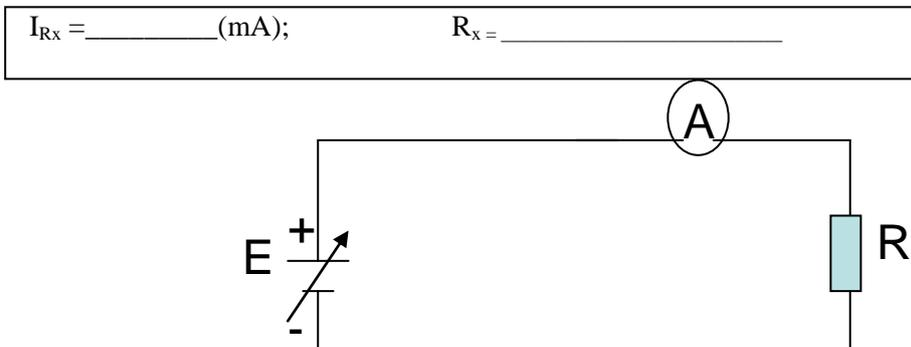

Figura 2.4.
1.1 - Monte o circuito esquematizado na figura 2.4 e calcule a corrente nominal máxima através de R_x ($1K\Omega$) (considere a tensão máxima dada na tabela 2.1 abaixo). **Faça a medida usando o multímetro da resistência de R_x ($1K\Omega$)**
1 – A partir dos dados obtidos na tabela 2.1 e 2.2, utilize o papel milimetrado e obtenha graficamente o valor médio do resistor R_{x1} ($1\text{K}\Omega$ nominal) e R_{x2} ($1,5\text{K}\Omega$ nominal), correspondente à montagem do circuito apresentado na figura 2.4, verificando a linearidade do gráfico (lei de Ohm).